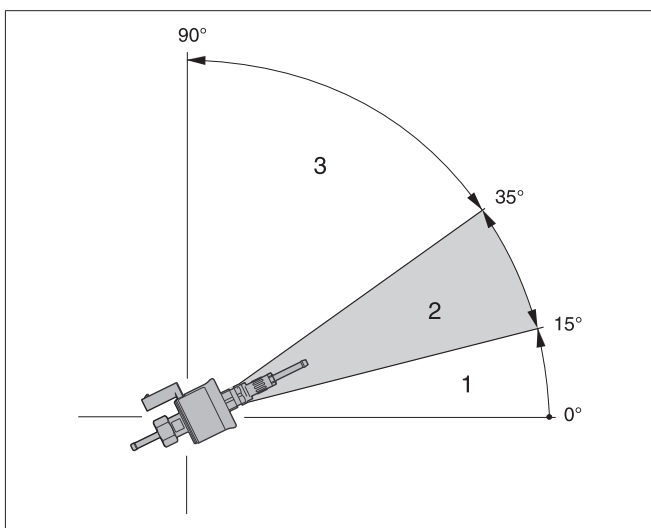

Bild 23
- Bevorzugte Einbaulage: zwischen 15° und 35°, siehe Bild 23.